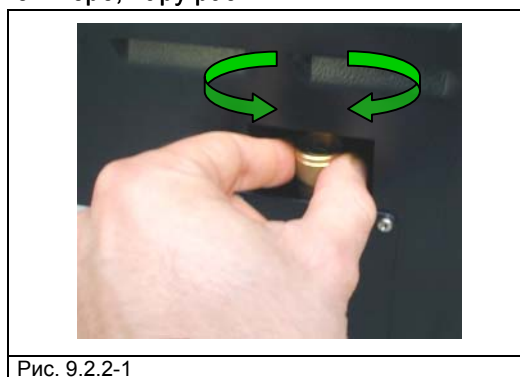

Рис. 9.2.2-1
2. Открутите болт (Рис. 9.2.2-1) расположенный в верхней части клапана, вращая его против часовой стрелки, до конца резьбы, пока он не будет свободно проворачиваться.
2. Вставьте приложенный регулятор между дверным уплотнителем и стенкой (Рис. 9.2.2-2), удерживая его за самую длинную часть. Захватите концом регулятора гайку, которая находится посередине дверного уплотнителя.
3. Поверните регулятор против часовой стрелки, по отношению к уплотнителю, на 1/8 оборота (Рис. 9.2.2-3).
3. Утопите красную кнопку (1) в отверстие при помощи заостренного инструмента (напр. отвертки) (Рис. 9.2.2-5) .